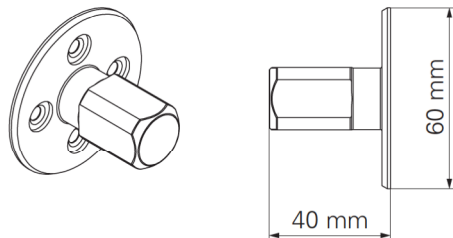

Fig. A2.05
- Piastra di predisposizione M24 (Fig. A2.05)